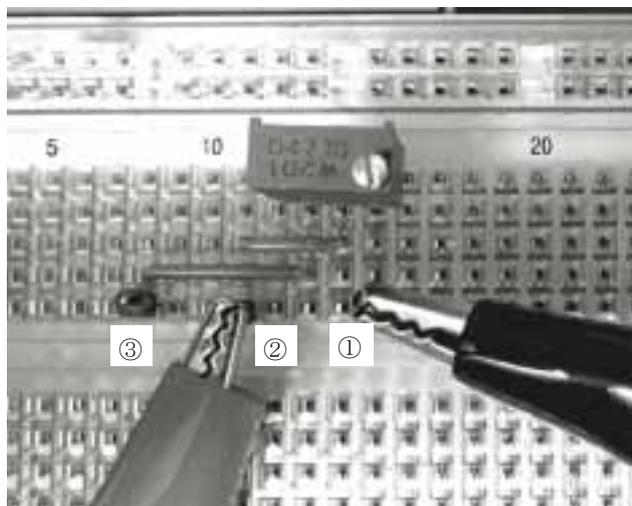

図 1-10 ジャンパー線と端子ピンを使って測定
(1) 可変抵抗器 R_p (200Ω) をブレッドボードに差し込む。可変抵抗器上部のネジを時計回りに 40 回転ほどまわしておく。次に、上部のネジを反時計回りに 30 回転まで、10 回転するごとに、①②間、②③間の抵抗値を測定し記録する。(図 1-10 を参照)
①②間の抵抗値と②③間の抵抗値を加えると一定の値になっていることを確かめよ。